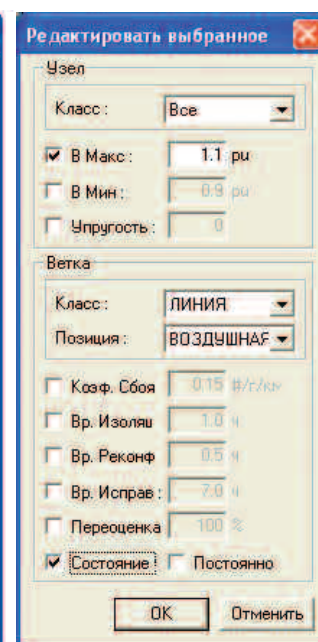

Рис. 54
- На рис. 54 показан диалог **Редактировать выбранное**.